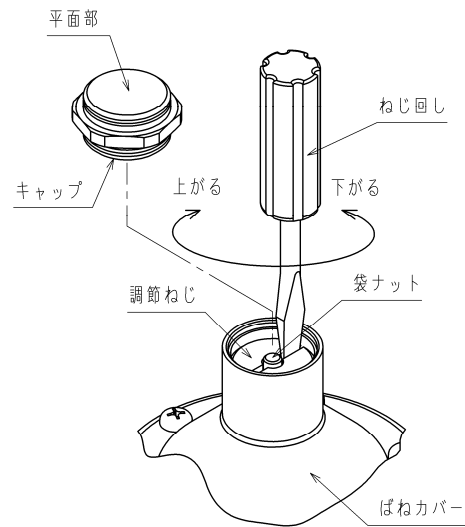

図4
- (2) キャップを外し、圧力計を見ながら調節ねじを回転させ希望圧力に調整します。(図4)